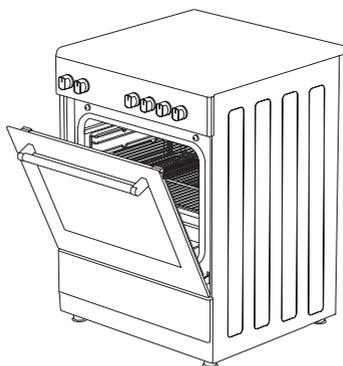

Figura 11
3. Posizionare il pannello di sicurezza sotto il pannello di controllo, aprendo il vetro del coperchio anteriore del forno. (figura 11)